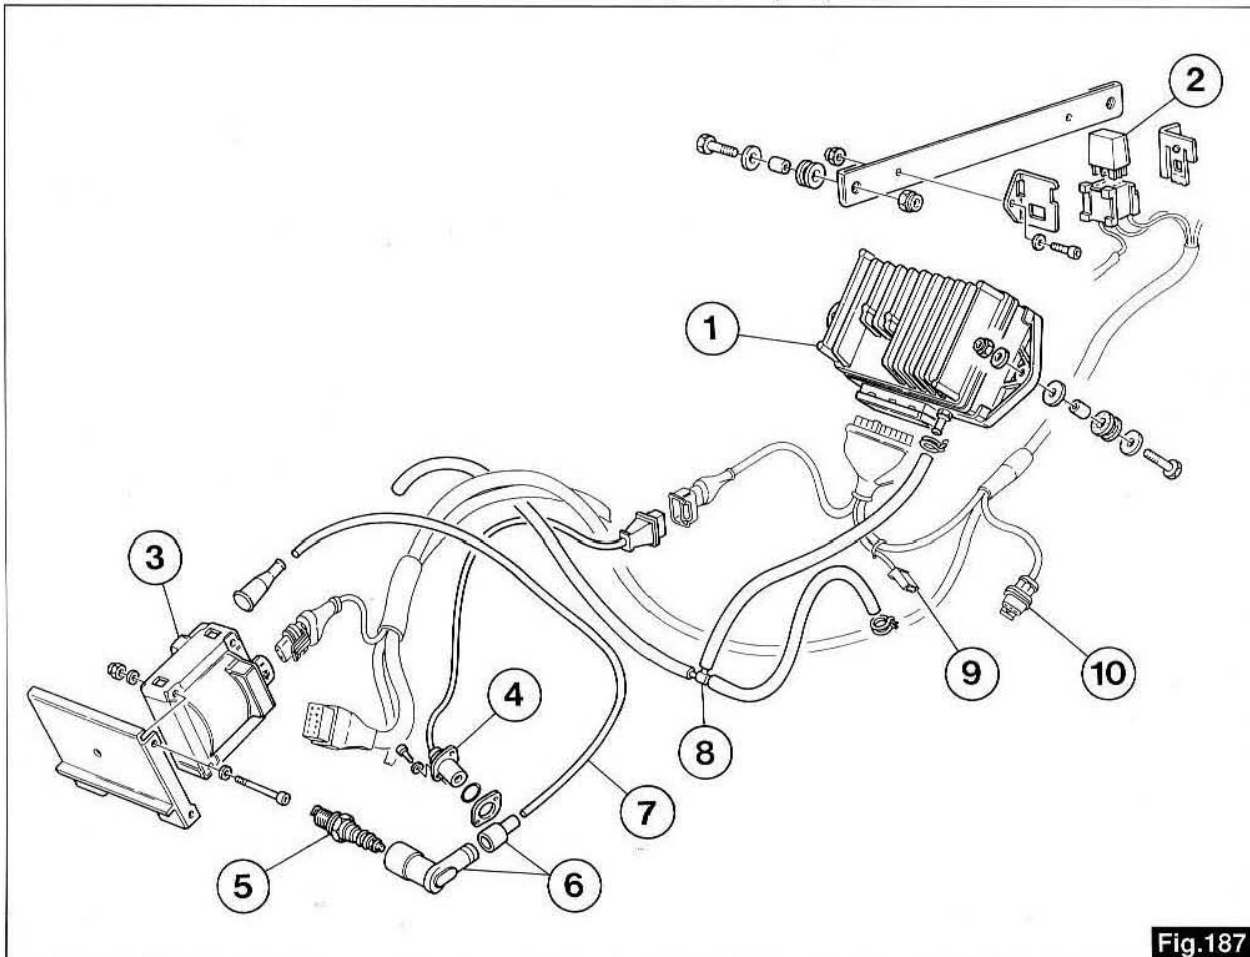

Fig.187
- En cas de besoin, réduire l'avance de 2° en reliant entre eux le câble «9» et la masse (fig. 187).
- Im Bedarfsfall kann die Zündvorverstellung um 2° herabgesetzt werden, dies indem man das Kabel «9» an Masse schließt (Abb. 187).